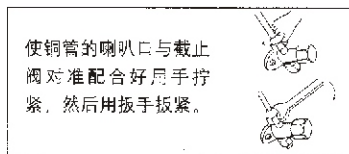

图 24
(3) 在截止阀与管的喇叭口处涂少许润滑油，然后按图 24 所示拧紧纳嘴。
(4) 按图 24 所示用扳手牢固地将纳嘴扳紧，扭矩力按表 (5) 规定执行。